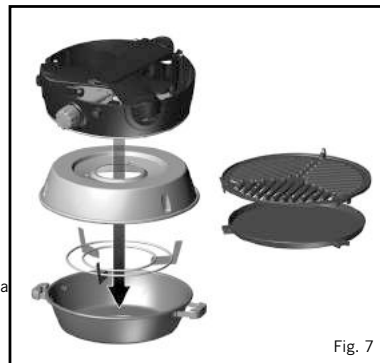

Fig. 7
- Pliegue la tapa del bolso y ciérrelo. (Fig. 7)
- Para reemplazar la boquilla: Saque la Bandeja para grasa (Fig. 7). Desenrosque suavemente el montaje del quemador (Fig. 8). Saque los tres tornillos de la placa de la placa de protección térmica y saque la Protección térmica (Fig. 9) con cuidado de no dañar el electrodo piezoeléctrico. Ahora puede retirar la boquilla utilizando una llave adecuada (Fig. 10). No use pinzas en la boquilla porque puede dañarla, volviéndola inutilizable o imposible de quitar. Enrosque la nueva boquilla en la válvula. No la ajuste demasiado porque puede dañar la boquilla.